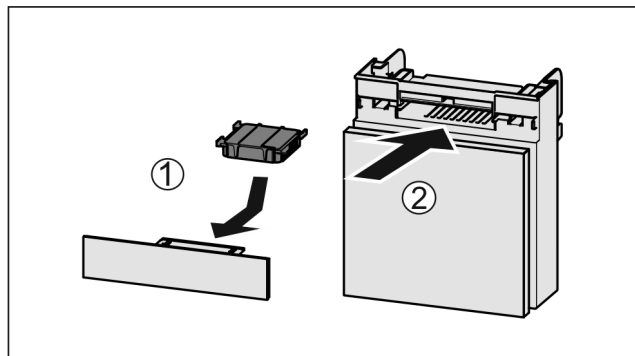

Fig. 163
- ▶ 按图装入 Fig. 163 (1) 活性炭过滤器。
- ▶ 推入 Fig. 163 (2) 抽屉。